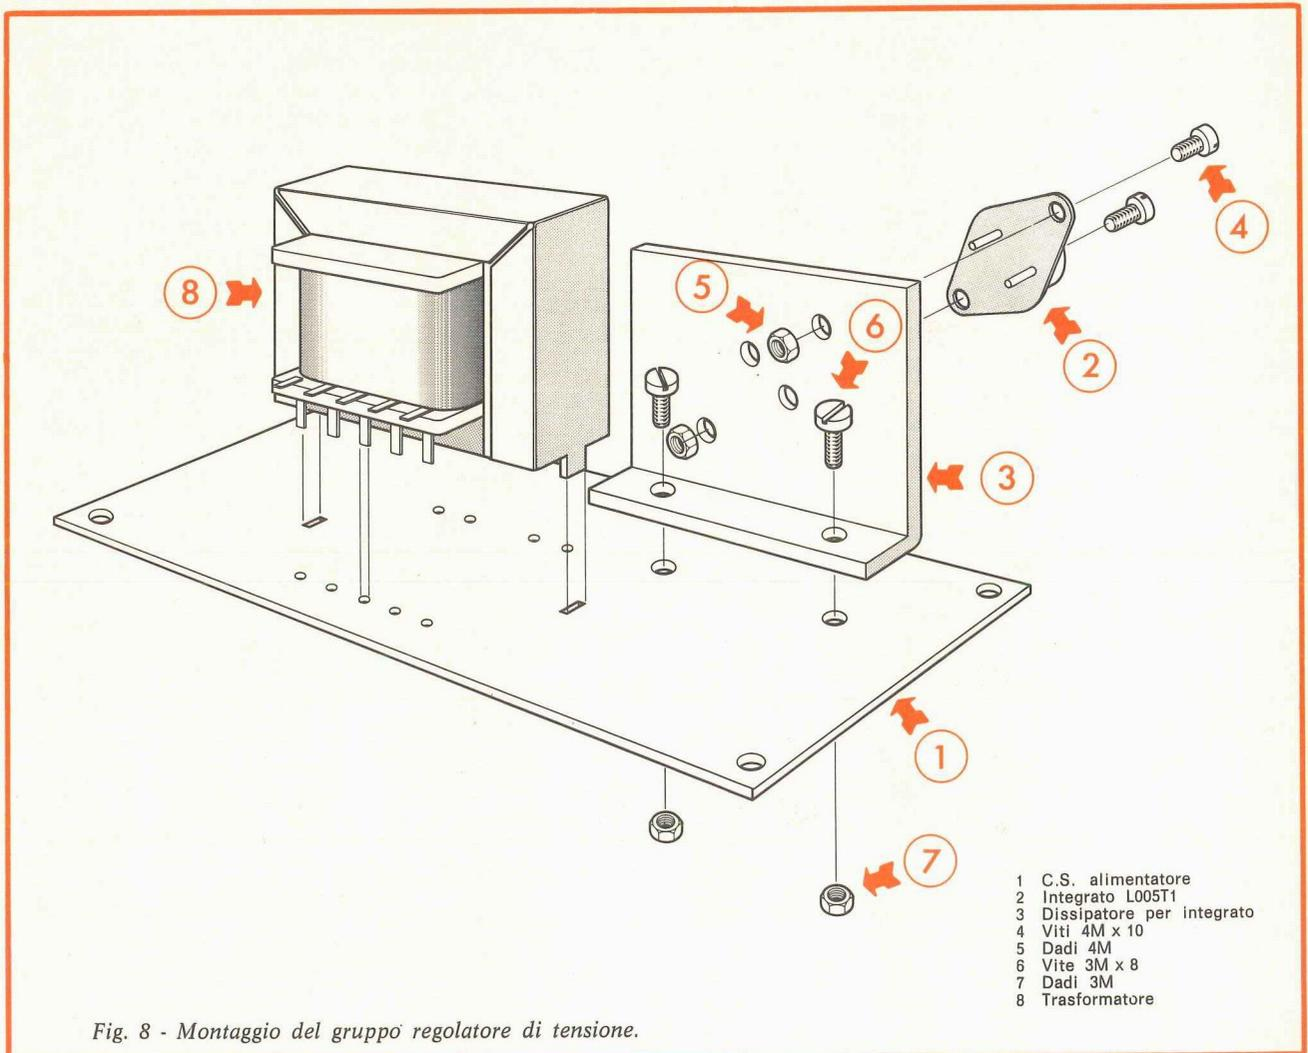

Fig. 8 - Montaggio del gruppo regolatore di tensione.
- Montare il gruppo regolatore di tensione (fig. 8) fissando il regolatore integrato IC16 (L005T1) alla squadretta di raffreddamento (3) mediante le due viti (4) con dadi (5) Ø 4 M. A sua volta la squadretta andrà fissata al circuito stampato con le due viti (6) e rispettivi dadi (7).